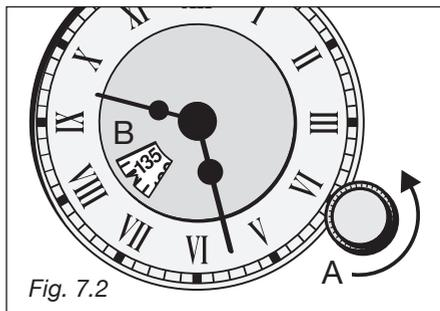

Fig. 7.2
- Impostare il tempo di cottura ruotando in senso orario la manopola "A" fino a fare comparire nella finestra "B" il tempo desiderato (fig. 7.2)